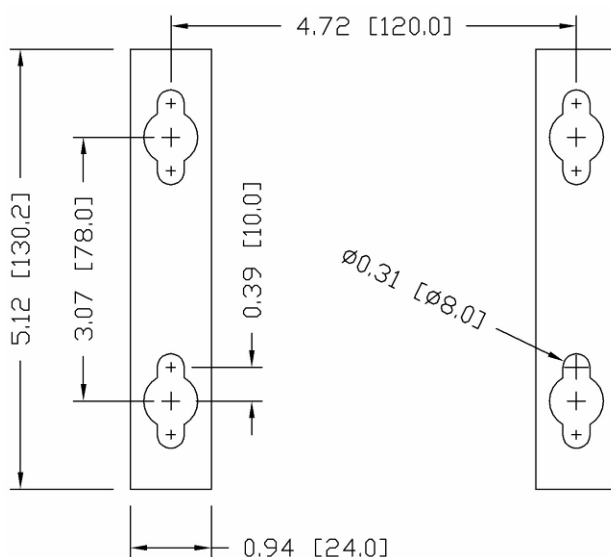

Figura A-22: forometria per il montaggio
- 4. Contrassegno della posizione dei fori di montaggio sulla superficie verticale, in base alle dimensioni illustrate in Figura A-22.